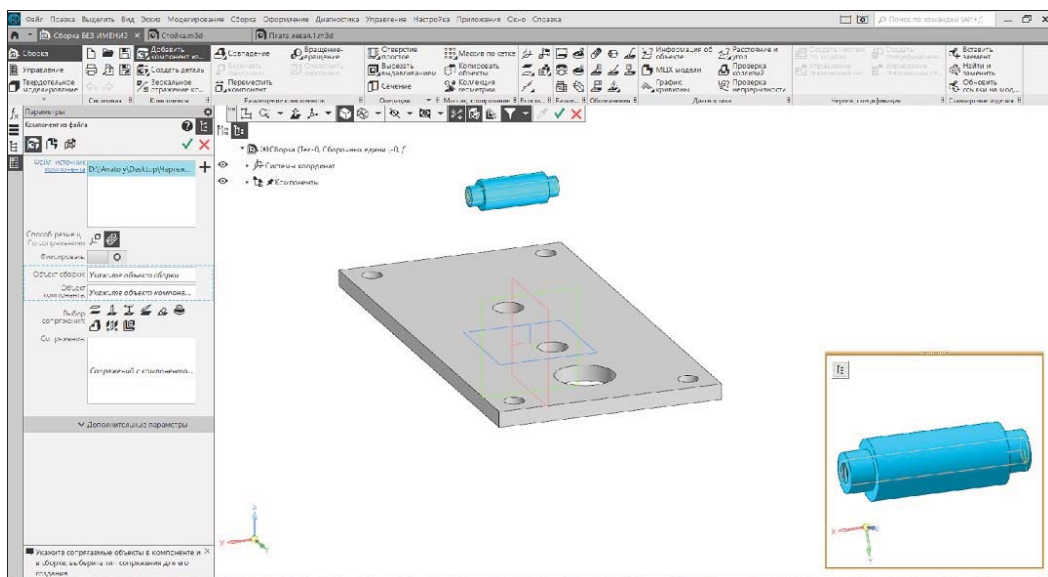

Рис. 25.20. Окно в режиме вставки компонента
- ♦ на панели **Параметры** нажмите кнопку  — **По сопряжениям**, где появилась группа **Выбор сопряжения**, а на экране — дополнительное окно (рис. 25.20);